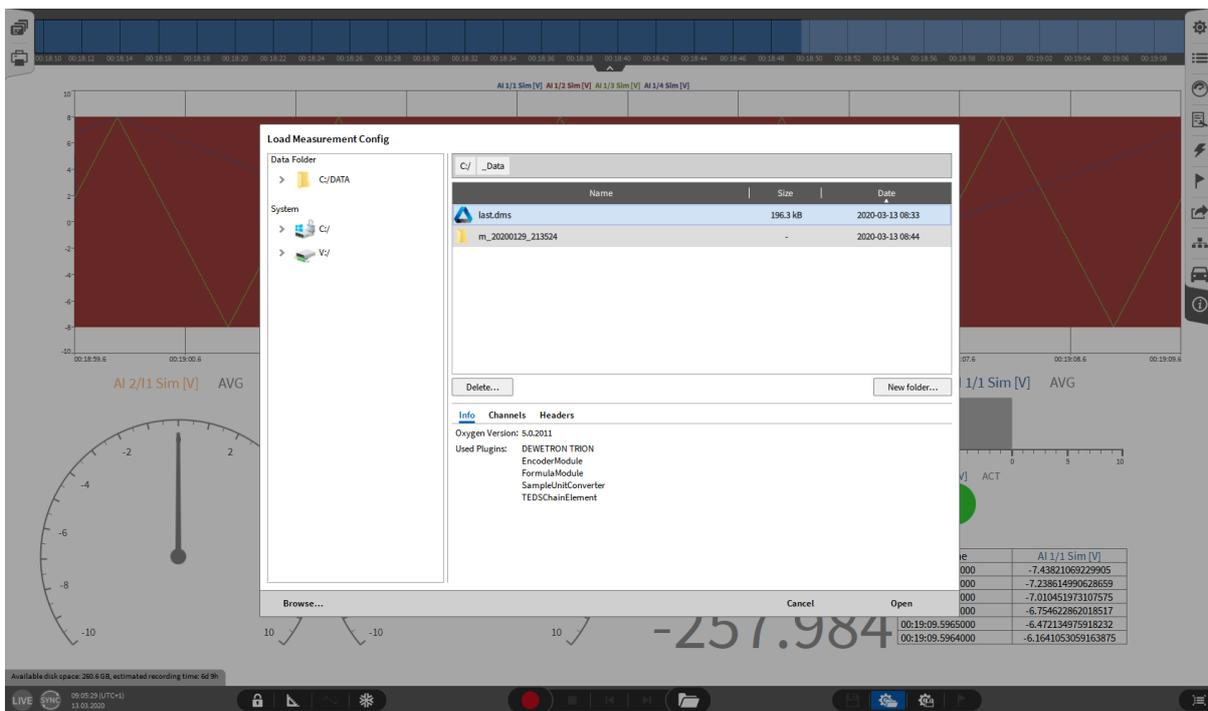

Abb. 3.12: Laden einer Setup-Datei
1. Tippen oder linksklicken Sie auf den Zahnrad- und Ordner-Button in der Aktionsleiste (siehe Abb. 3.12 oder 14 in Abb. 3.5)